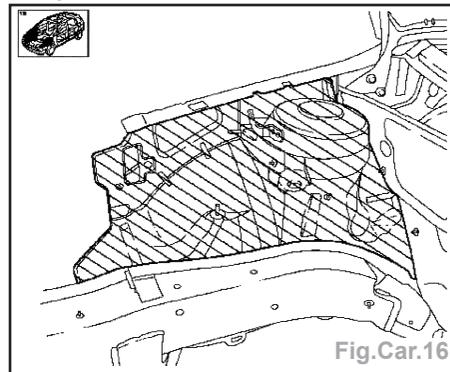

Fig.Car.16
- Déposer par perçage le passage de roue (Fig.Car.16).